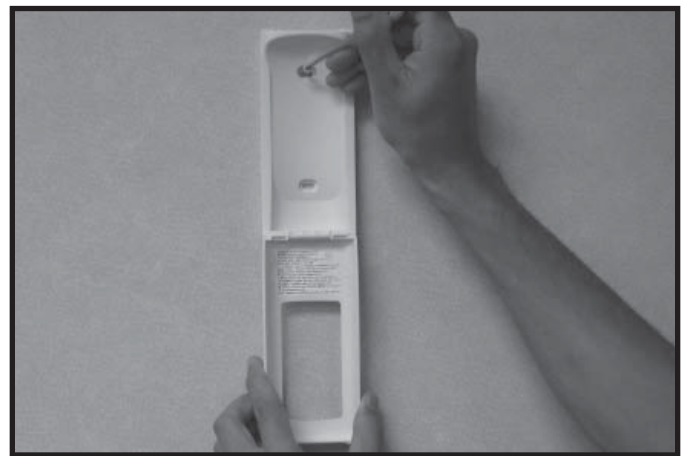

Fig. 12.6 Montering av holder til fjernkontroll
3. Fest holderen til fjernkontrollen på veggen ved bruk av de to skruene og veggpluggene som er vedlagt. Se fig. 12.6.